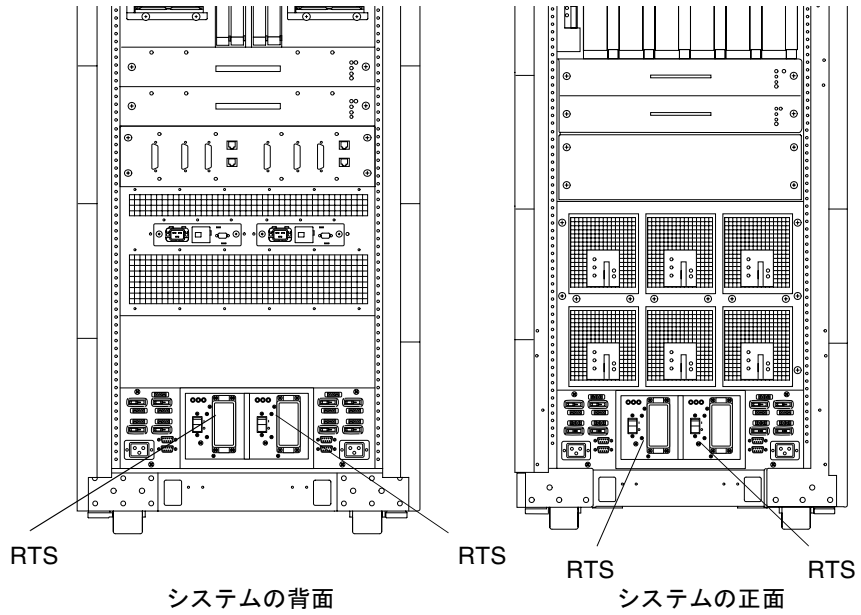
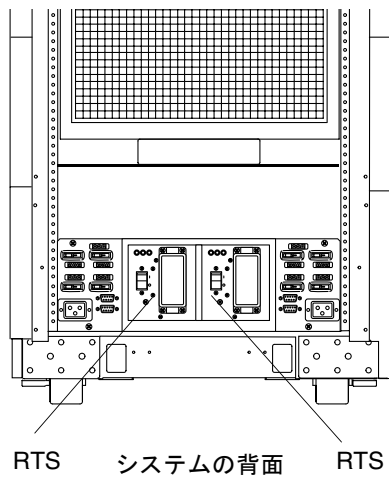

図 2-6 冗長転送スイッチ (RTS) — Sun Fire 6800 システム
図 2-7 冗長転送スイッチ (RTS) — Sun Fire 4810 システム
5. Sun Fire 6800 システムまたは Sun Fire キャビネットに搭載された Sun Fire 4810/4800/3800 システムを使用している場合は、冗長転送スイッチ (RTS) の電源を切ります (図 2-6 および図 2-7)。